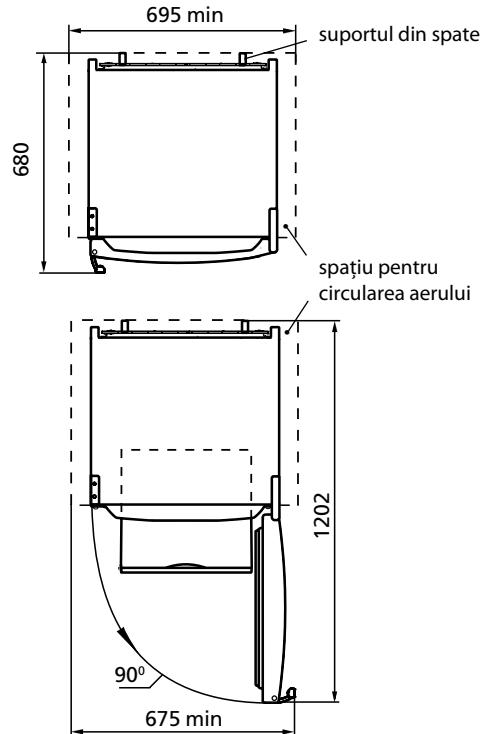

Figura 2 — Frigider (privire din sus)
**1.7** Spațiul total necesar pentru funcționarea Frigiderului este determinat de dimensiunile indicate în figura 2, în mm. Pentru a scoate părțile netede ale Frigiderului ușa trebuie să se deschidă la cel puțin  $90^{\circ}$ .